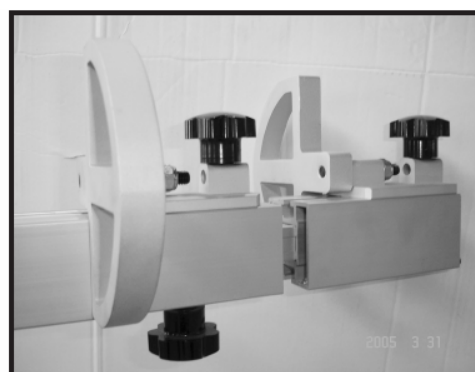

Fig. 24
6. Отоприте удлинение поперечной линейки и вдвиньте откидные упоры в линейку (см. рис. 24).